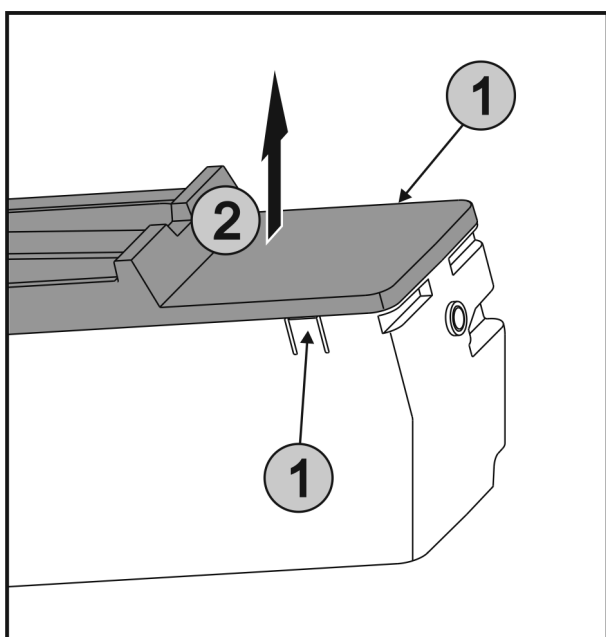

Fig. 40
- ▶ Súčasne stlačte spony Fig. 40 (1) na oboch stranách EasyTwist-Ice a odoberte kryt Fig. 40 (2) nahor.